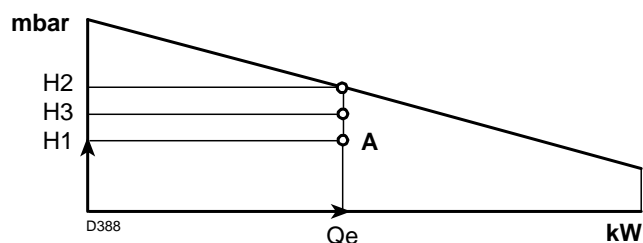

图 4
- 4 从点 A (图 4) 处垂直画一条线，找到出力范围内的最大压力 “H2”。
- 如果 $\Delta 3$ 大于 $\Delta 1$ (图 4)，则燃烧器能提供所需出力。